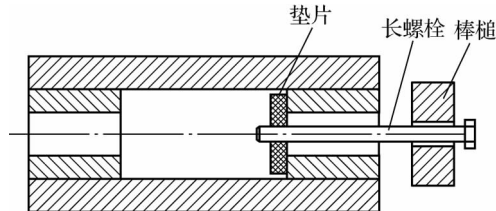

图 7-10 用带螺纹的垫片和长螺栓拆卸
(3) 用带螺纹的垫片和长螺栓拆卸。如果敲棒无法放进去,可采用图 7-10 所示的方法。在垫片中心钻孔、套扣,然后拧入一根套有棒槌的长螺栓,用棒槌敲击螺栓头部即可拉出轴承。